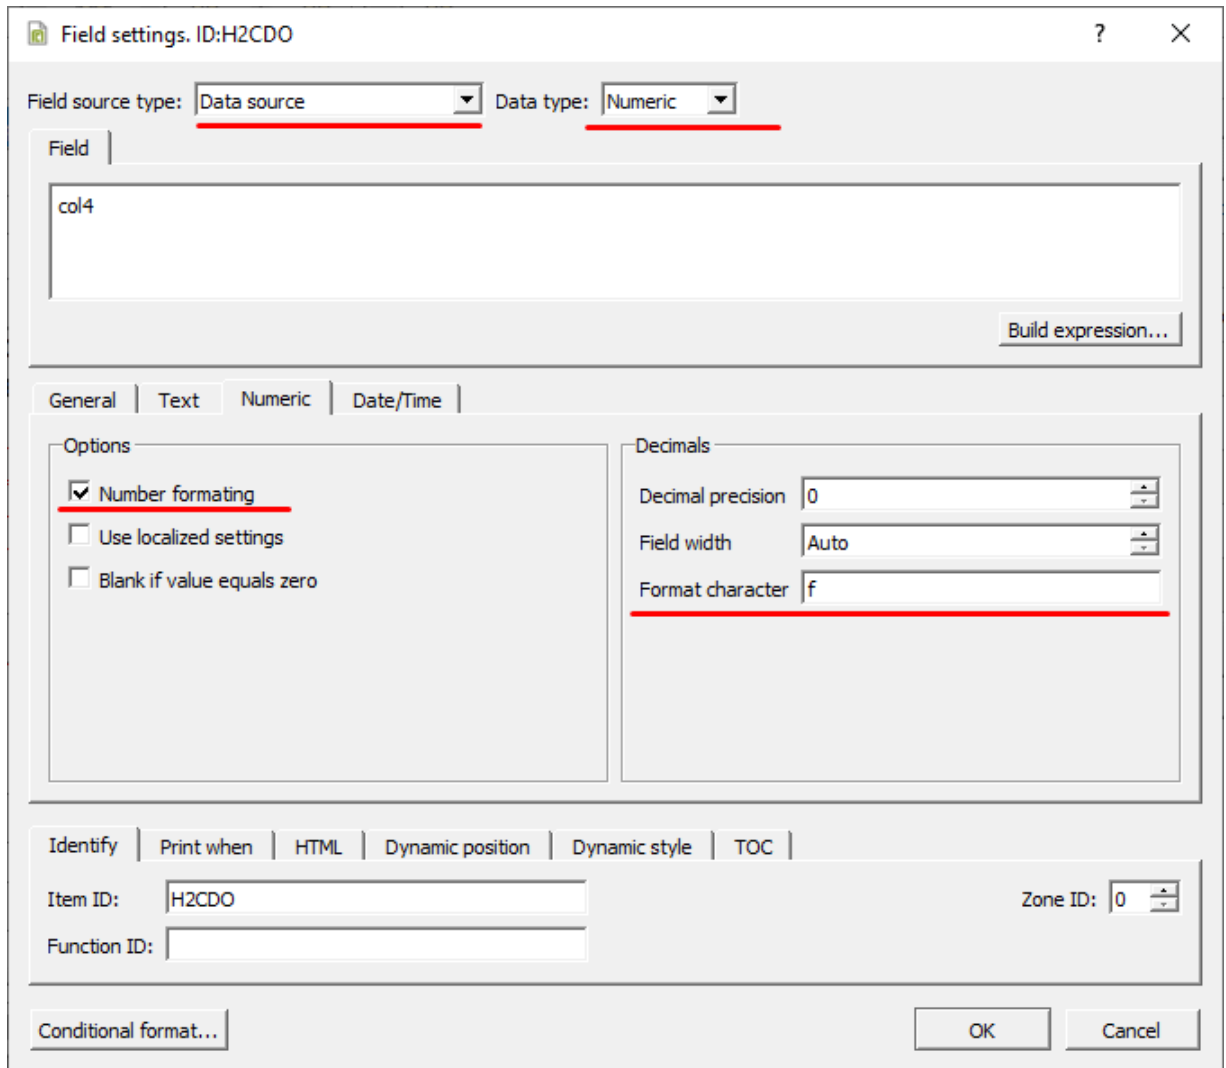

Рисунок 332 - Настройка табличных данных
5. Для колонки значения сигнала в графе **Field source type** выберите **Data Source**, в графе **Data type** – **Numeric**, в графе **Numeric** выделите **Number formatting** и **Format character = f** (Рисунок 332).